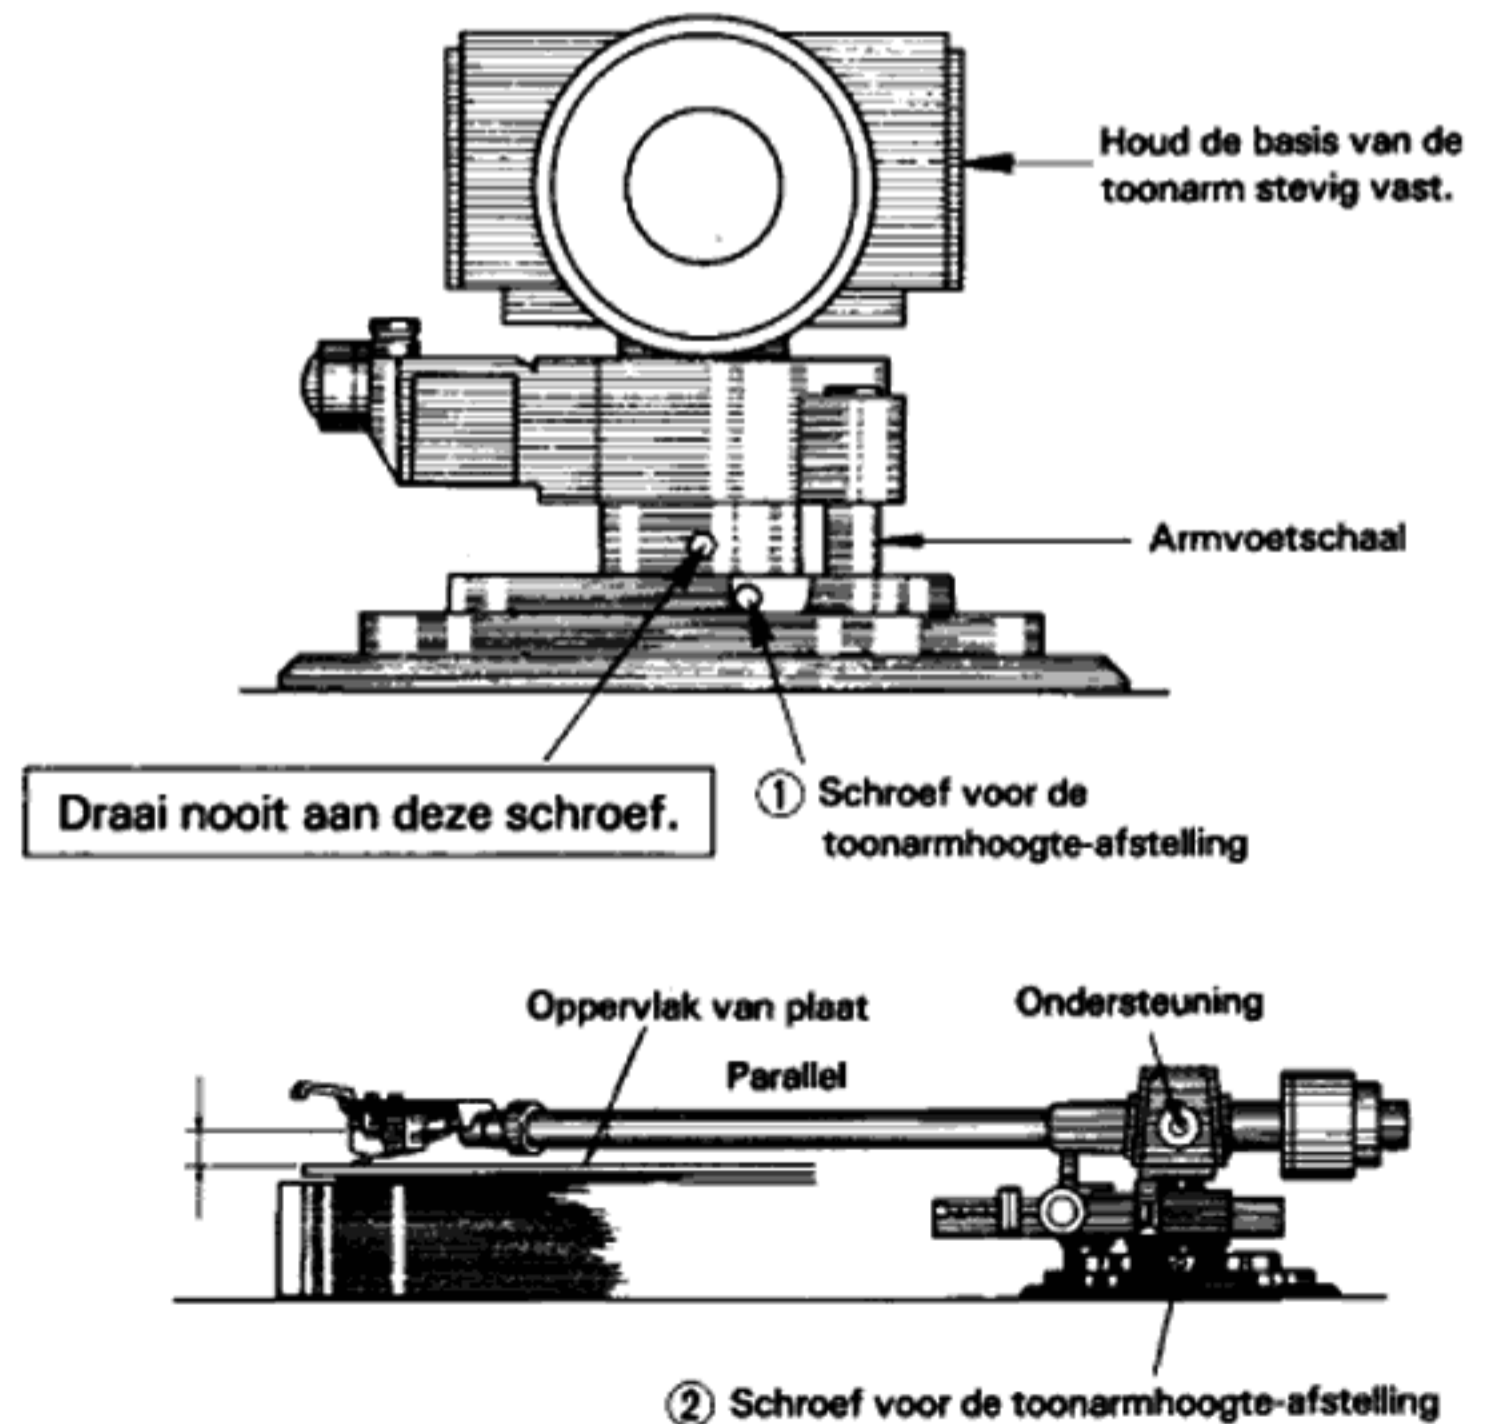

Fig. 16
4. Houd de armvoet met uw linkerhand vast zoals aangegeven in Fig. 16. Draai nu de 2 schroeven voor de toonarmhoogte-afstelling (1, 2) los met de bijgeleverde zeskanter sleutel.